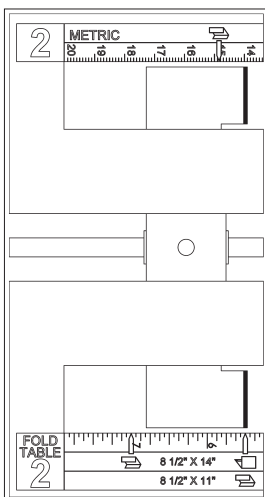
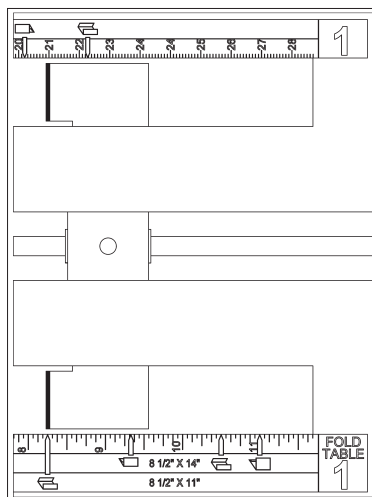

Abb. 10
Abb. 11
3. Verwenden Sie die Lineale der Falztische zur Orientierung (siehe Abbildung 10 und Abbildung 11), wenn Sie die Papierstopps mithilfe der jeweiligen Pfeiltaste in die gewünschte Richtung verschieben. Die Pfeiltasten ermöglichen die Einstellung mit zwei verschiedenen Geschwindigkeiten. Wenn Sie die Taste nur kurz oder wiederholt mit kurzen Pausen drücken, wird der Papierstopp langsam bewegt. Wenn Sie die Taste gedrückt halten, lässt sich der Papierstopp schneller verschieben. Diese schnellere Geschwindigkeit ist besonders nützlich, wenn die Papierstopps über eine größere Distanz bewegt werden sollen.